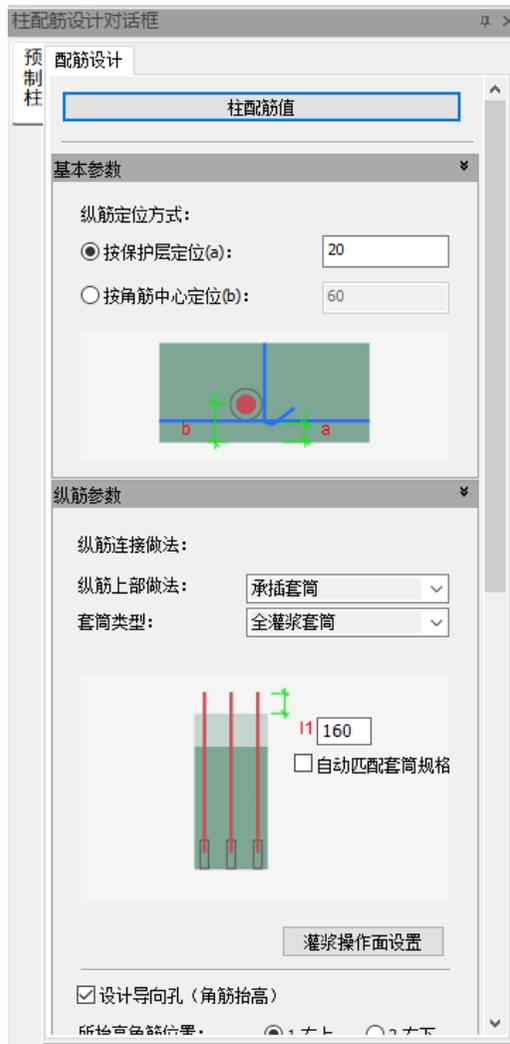
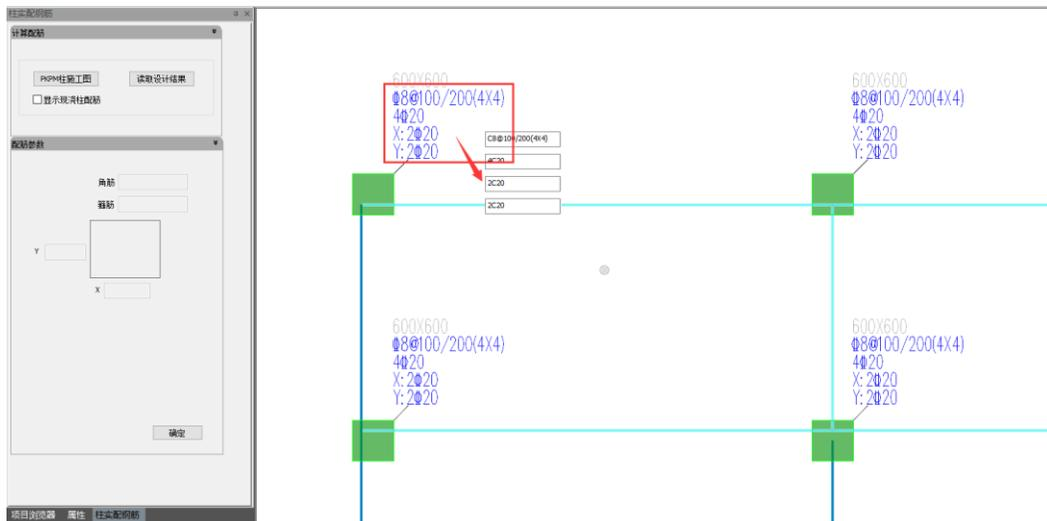

图 5.3-11 柱配筋设计对话框
图 5.3-12 柱配筋值录入界面（单选修改）
点击“柱配筋设计”，将弹出如图 5.3-11 所示对话框，可先点击“柱配筋值”按钮，进入图 5.3-12 所示状态，录入或读取柱平法配筋结果。
- 单选修改：双击图 5.3-12 中红框范围内的配筋值文字，将激活原位修改框，可录入平法配筋值；